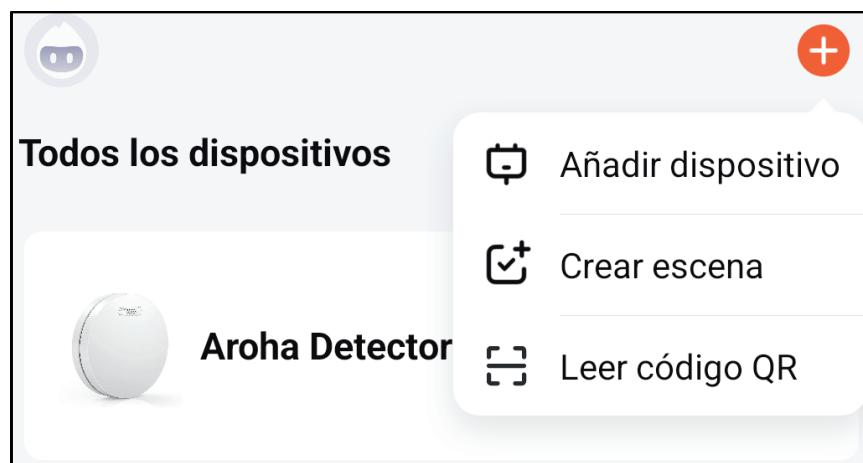

Figura 2: Agregar dispositivo en la aplicación
Paso 5: Haga clic en "+" en la esquina superior derecha de la pantalla de inicio de la aplicación. Luego elija "**Anadir dispositivo**", como se ve en la Figura 2. La aplicación ahora buscará automáticamente los dispositivos que estén en modo de emparejamiento. Siga los pasos descritos en la aplicación.